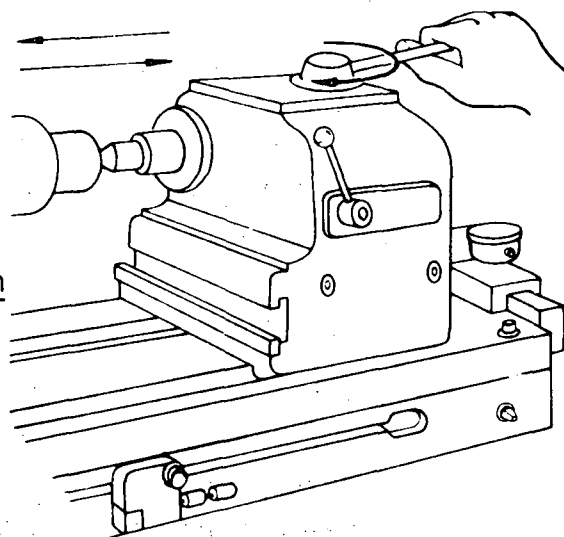

Fig. 7
- d Acione a alavanca correspondente ao mangote da contraponta (fig. 7) e monte a peça.